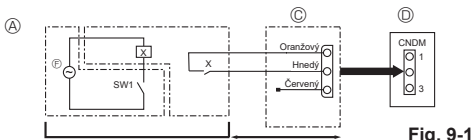

Fig. 9-1
9.1. Režim s nízkym hlukom (úprava na mieste inštalácie) (Fig. 9-1)